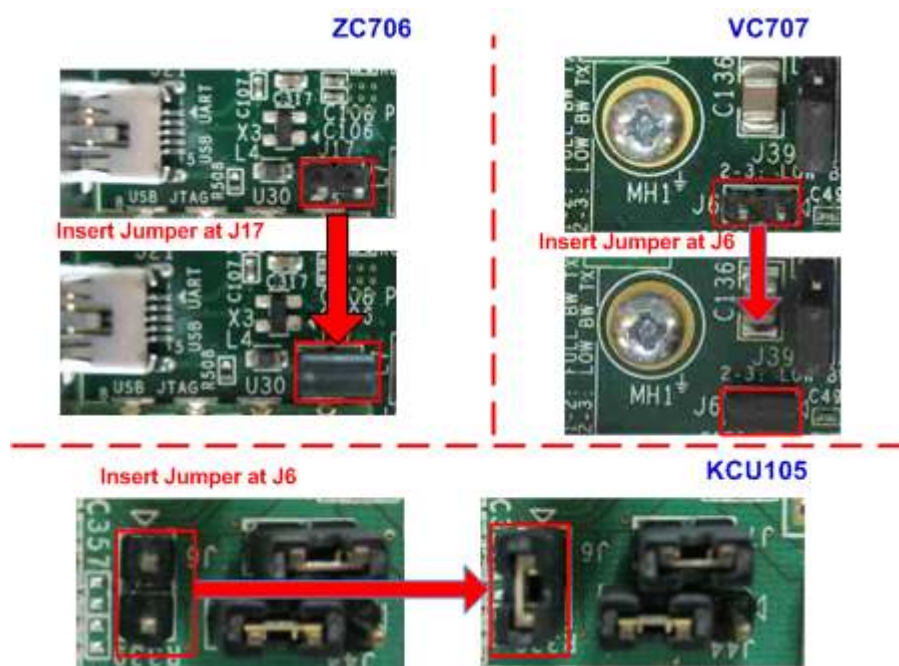

図 3-1: SFP+をイネーブルするためジャンパ・ソケットを装着
- 1) 図 3-1 に示のように SFP+をイネーブルするジャンパを装着します(ZC706 の場合 J17、VC707/KC705 の場合 J6)